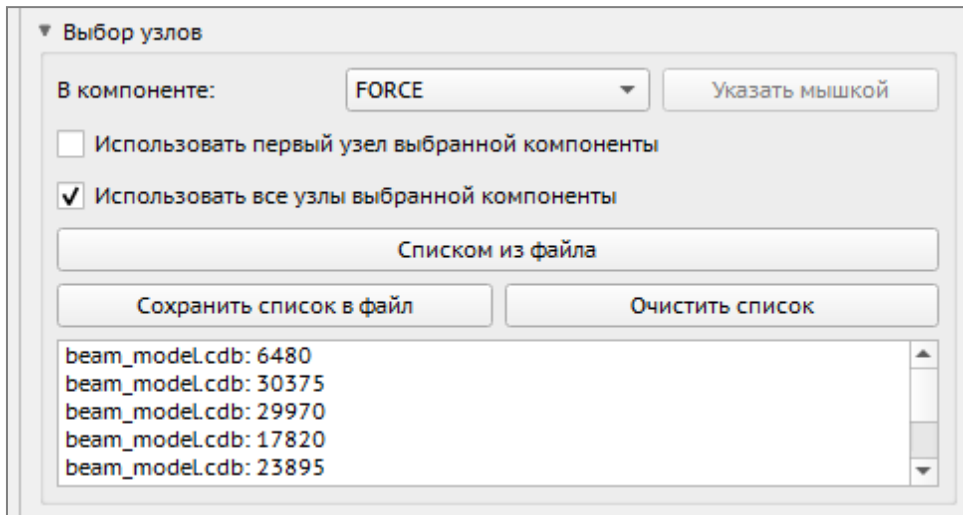

Рисунок 461 – Настройки карточки «Решение в узлах»
5. Создать из карточки «Гармонический анализ» карточку «Решение в узлах». При выборе узлов (Рисунок 461) указать компоненту, для которой создавался акустический источник воздействия, а также указать одну из двух опций: «Использовать первый узел выбранной компоненты» или «Использовать все узлы выбранной компоненты». Рассчитать карточку «Решение в узлах».